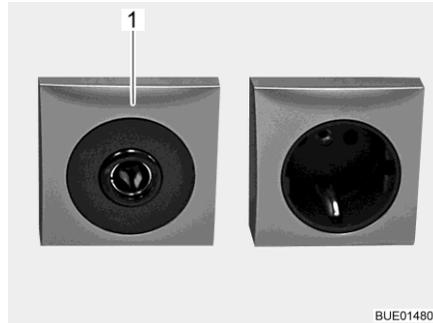

Fig. 189 Presa 12 V/10 A
- ▷ Alle prese (Fig. 189,1) della rete di bordo a 12 V, connettere solo apparecchi funzionanti al massimo a 10 A.